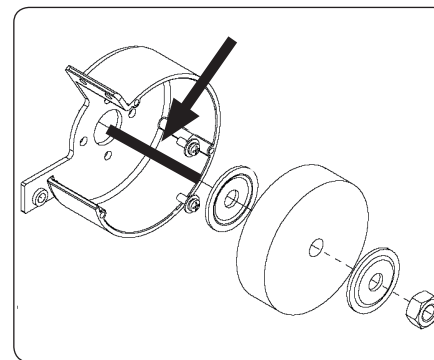

Abb. 11
- ➔ Die installierte Schleifscheibe muss Abmessungen haben, wie sie in den technischen Daten bzw. in Tabelle 3 aufgeführt sind, und muss mit Original-Befestigungselementen des Herstellers befestigt sein. Zum Einspannen der Schleifscheibe müssen immer beide Unterlegscheiben auf beiden Seiten der Scheibe benutzt werden, deren glatte Seite zur Schleifscheibe angelehnt wird, siehe Abb. 11.